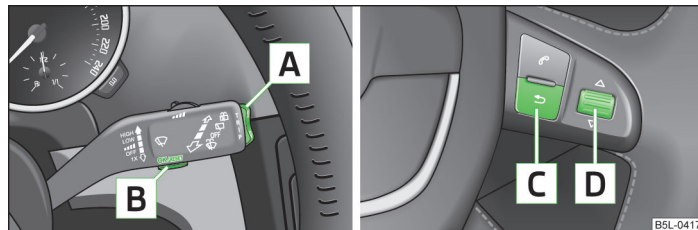

Fig. 7 Display informativo: Elementi di comando sulla leva / elementi di comando sul volante multifunzione
- Il **MENU PRINCIP.** si attiva con una pressione prolungata del tasto basculante **A** » fig. 7.
- Il **MENU PRINCIP.** si attiva con una pressione prolungata del tasto **[A]** » fig. 7.